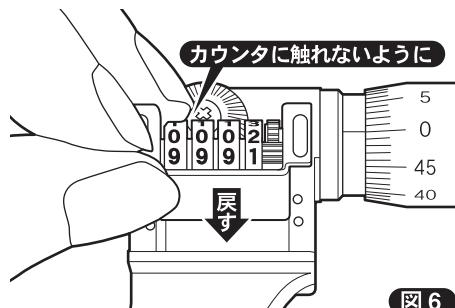

図6
③カウンタや歯車に触れないようにカウンタモジュールの外側のフレームを持ち、マイクロメータ本体に戻して下さい。**図6**